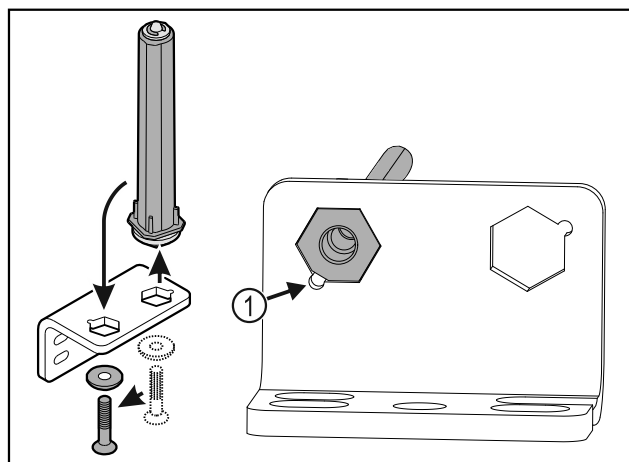

Fig. 40
- Ügyeljen arra, hogy felhelyezéskor a csapszeg élettörése Fig. 40 (1) a kerek furat felé mutasson.